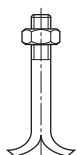

Fig. 9: Ankerschrauben
- Ankerschrauben (siehe Fig. 9) in die vorgesehenen Bohrungen einhängen.